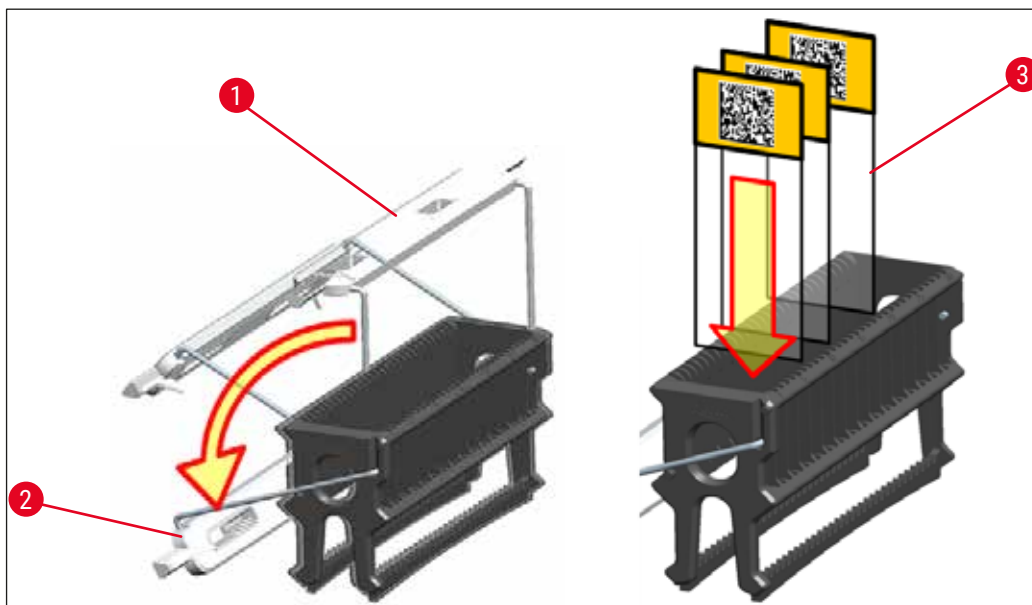

Рис. 85
- На передней стороне штатива нанесен логотип Leica. При установленной ручке на ней видна надпись **FRONT** (→ "Рис. 85").
1. Переведите ручку штатива в вертикальное положение (→ "Рис. 85").